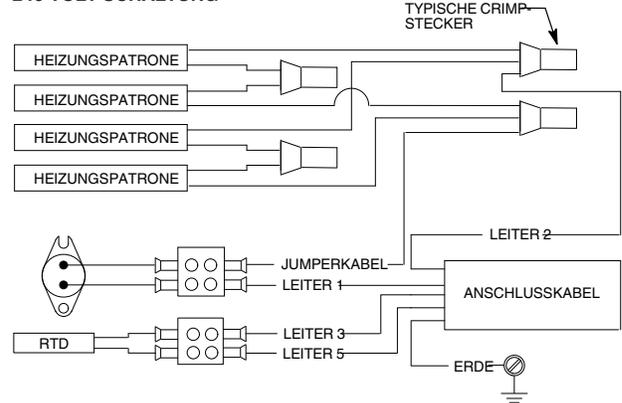

Abb. 16 Reparaturen an Heizung und RTD
2. Die Schraube (8) am Stecker (9) lösen und die Drähte des Thermostats abnehmen.
3. Die Schrauben (3) und Sicherungsscheiben (4) abnehmen, mit denen der Thermostat (7) am Gehäuse (7) befestigt ist.
4. Wärmeleitpaste (10) auf den Thermostat (5) auftragen. Den Thermostat mit den Sicherungsscheiben (4) und Schrauben (3) installieren. Die Schrauben fest anziehen.
6. Die Thermostatdrähte in den Stecker (9) einsetzen und die Schraube (8) anziehen. Siehe bei Bedarf Abb. 16 zum Schaltplan.
7. Die Seitenabdeckung (1) mit den Schrauben (2) am Heizungskasten (6) installieren. Die Schrauben fest anziehen.
1. Siehe Abb. 16. Die Schrauben (14) abnehmen, die die untere Abdeckung (1) an Heizungskasten (12) und Gehäuse (3) halten.
2. Die Schrauben (5) abnehmen, die die Seitenabdeckung (6) am Heizungskasten (12) halten.
4. Die Heizpatrone (2) vorsichtig vom Gehäuse (3) abnehmen.
5. Wärmeleitpaste (15) auf die Heizpatrone auftragen. Die Heizpatrone im Gehäuse (3) installieren. Die Heizungsdrähte wie gezeigt durch Gehäuse (3) und Heizungskasten (12) verlegen.
6. Die Isolierung am Ende aller abgeschnittenen Drähte entfernen. Neue Aderendhülsen auf alle Drähte crimpen. Siehe bei Bedarf Abb. 16 zum Schaltplan.
7. Die Seitenabdeckung (6) mit den Schrauben (5) am Heizungskasten (12) installieren. Die Schrauben fest anziehen.
8. Die untere Abdeckung (1) mit den Schrauben (14) an Gehäuse (3) und Heizungskasten (12) installieren und die Schrauben gut festziehen.
3. Die Schrauben (7) am Stecker (8) lösen und die Drähte des RTDs abnehmen.
4. Das RTD-Element (13) vorsichtig vom Gehäuse (3) abnehmen.
5. Wärmeleitpaste (15) auf das RTD (13) auftragen. Das RTD im Gehäuse (3) installieren. Die RTD-Drähte wie gezeigt durch Gehäuse (3) und Heizungskasten (12) verlegen.
7. Die RTD-Drähte in den Stecker (8) einsetzen. Die Schraube (7) anziehen.
9. Die Seitenabdeckung (6) mit den Schrauben (5) am Heizungskasten (12) installieren. Die Schrauben fest anziehen.